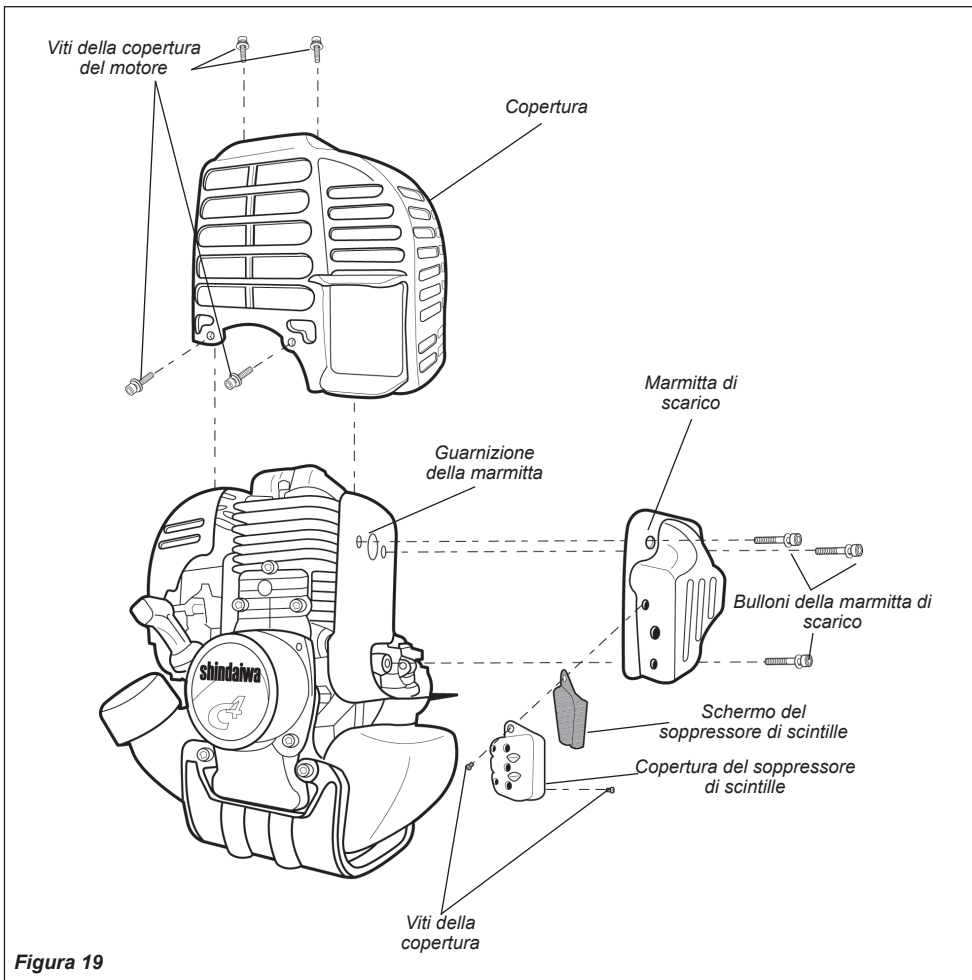

Figura 19
1. Rimuovere le tre viti della copertura del motore con una chiave a brugola da 3 mm e sollevare la copertura. Vedere Figura 19.
2. Con una chiave a brugola da 4 mm, rimuovere i 3 bulloni della marmitta e la marmitta. Vedere Figura 19.
3. Con un cacciavite a testa piatta, rimuovere le due viti di blocco dello schermo del soppressore di scintille e della copertura della marmitta. Vedere Figura 19.